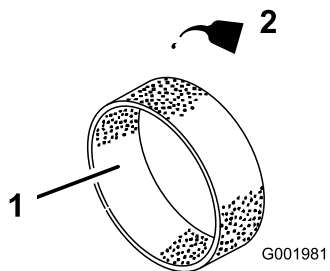

Figura 44
4. Ponga 30–60 ml de aceite en el elemento (Figura 44).